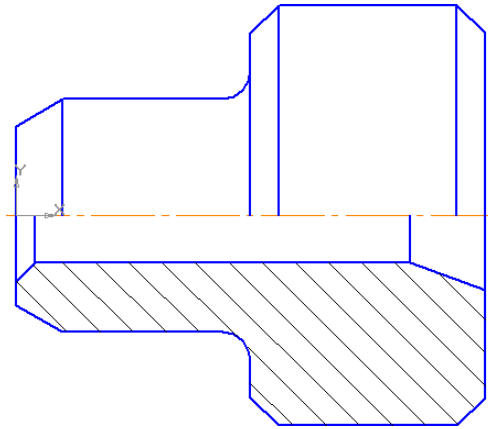

Рис. 16
- Самостоятельно выполните штриховку с параметрами: шаг 5 мм, угол наклона 45° (практическая работа № 3, п.7). Полученное изображение показано на рис. 16.